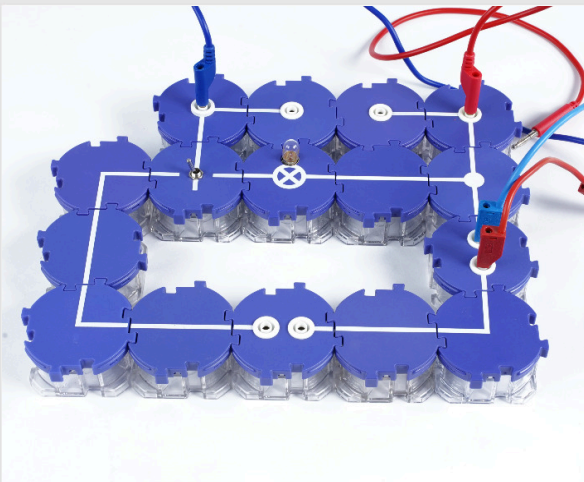
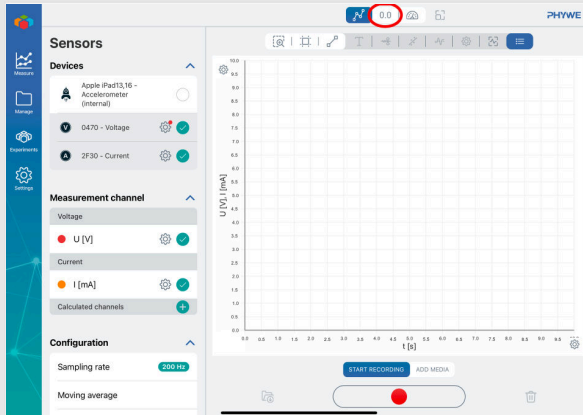

Fig. 1
Fig. 2
- Configure el experimento como se muestra en la Fig. 1, Fig. 2 y Fig. 3, que aparecen en las páginas siguientes. El conmutador se coloca en 1 (carga).